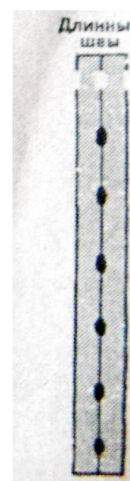

рис.1
5. Укажите последовательность выполнения прихваток на рис. 1